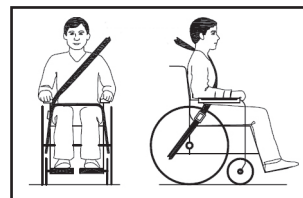

Abbildung 3
- Der obere Gurt muss den Benutzer vollständig stützen, wie in Abbildung 3 dargestellt.